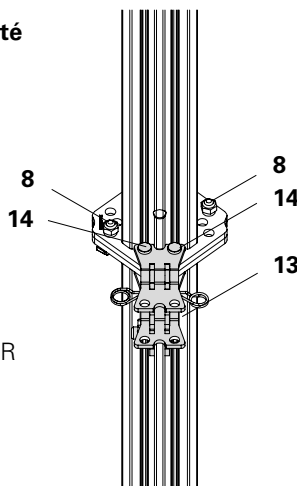

Fig. A5.01a
1. Retirer les deux boulons (14) du connecteur de fixation MPR (13).
3. Fixer avec les deux boulons et sécuriser avec les goupilles fendues (14). (Fig. A5.01a)